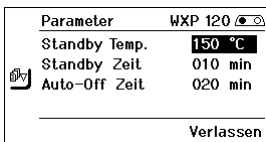

Abb. 10
3. Auswahl mit der Eingabe-Taste (**8**) bestätigen. Anzeige wechselt in den Auswahl-/Eingabemodus (siehe Abb. 10).